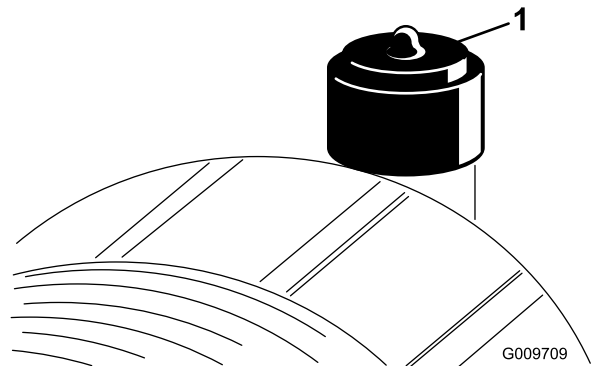

Figura 47
Faça a manutenção ao filtro de ar apenas quando o indicador de manutenção o exigir (Figura 47). Mudar o filtro de ar antes de ser necessário apenas aumenta a possibilidade de entrar sujeira no motor quando retira o filtro.
2. Reinicie o indicador (Figura 47) se este se apresentar vermelho.